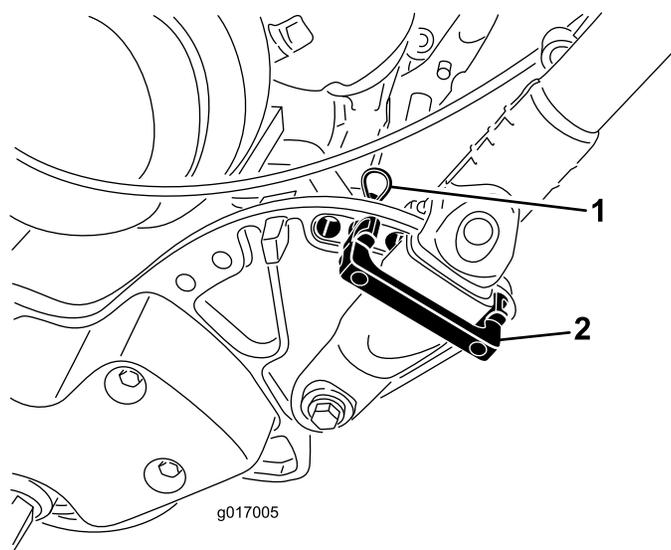

Figura 8
1. Enquanto suporta o manípulo, remova as braçadeiras que fixam as pegas da barra de ligação às placas laterais (Figura 8).
2. Rode o manípulo para posição de operação desejadas, coloque um fixador do manípulo por cima da pega da barra de ligação e nos orifícios de alinhamento na placa lateral (Figura 8).
3. Mantenha o fixador na posição com um perno de gancho (Figura 8).